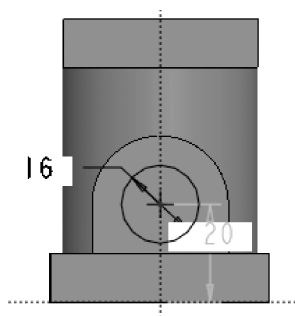

图 4-108 自动重新选取参照
(16) 此时模型树中水平孔的标志变为“水平孔”，表示该特征有错误。在模型树选择水平孔，按下鼠标右键，在弹出的快捷菜单中选择【编辑定义】选项，出现操控板。
(17) 单击【放置】按钮，弹出【放置】下滑面板，单击【草绘】截面收集器右侧的【编辑】按钮，进入草绘界面。
(18) 此时弹出【参照】对话框，【参照】列表中出现失败参照，不必理会，直接选择菜单栏中的【草绘】|【草绘设置】选项，弹出【缺失参照】对话框，单击其中的【是】按钮，弹出【草绘】对话框。
(19) 在【草绘】对话框中，单击【平面】收集器，草绘平面收集器变为淡绿色，表示该收集器处于激活状态。
(20) 按<Ctrl+D>组合键，视图回到默认观察角度，在图形区选择凸台的右端面作为草绘平面，其余使用默认设置。
(21) 在【草绘】对话框中单击按钮回到草绘界面，自动重新选取参照，如图4-108所示。